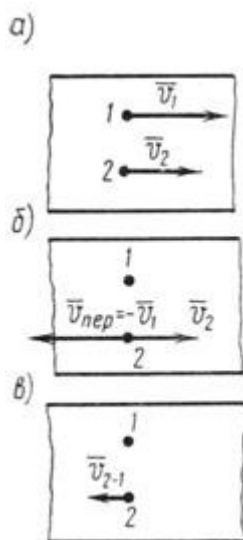

Рисунок 19
3. Два автомобиля 1 и 2 движутся параллельно друг другу в одну и ту же сторону со скоростями  $V_1 = 80$  км/ч и  $V_2 = 60$  км/ч (рис. 19, а). С какой скоростью второй автомобиль движется относительно первого?